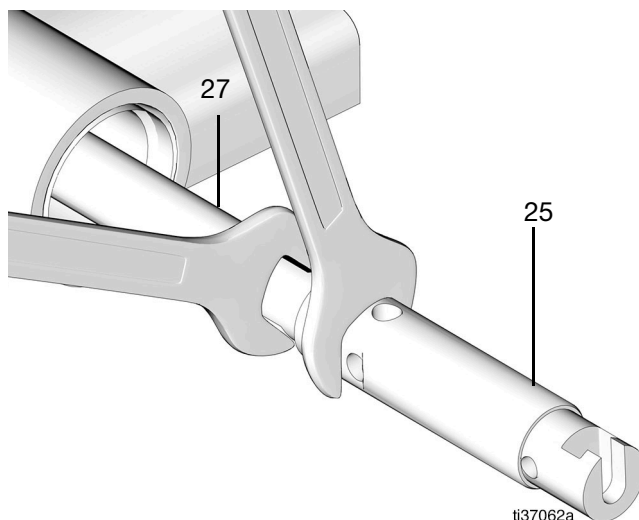
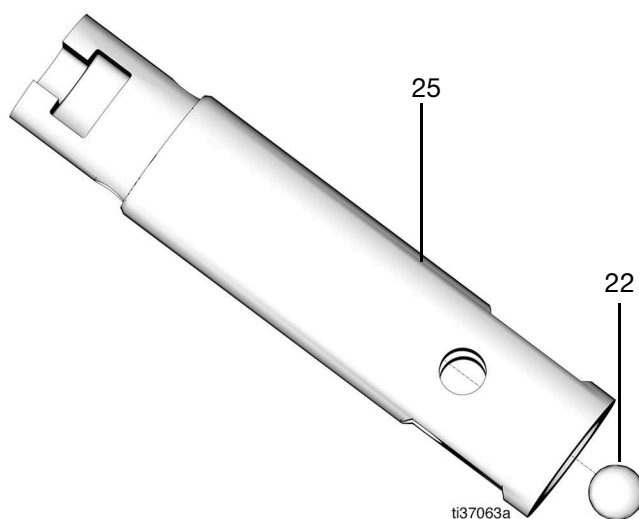

Рис. 43
Рис. 44
27. Снимите поршень насоса (25) со штока насоса (27).
Примечание. Снимите шар (22) с поршня насоса (25) (Рис. 43 и Рис. 44).